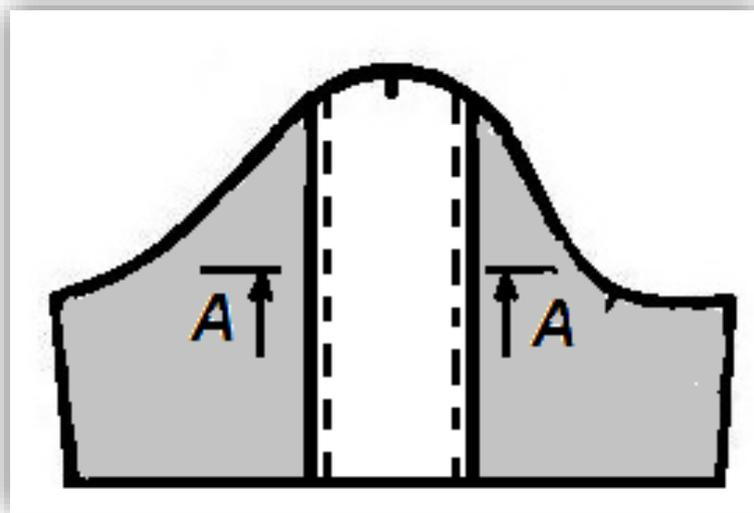

Рисунок 1 – Фрагмент. Верхняя часть рукава
Второй этап: Моделирование фрагмента заданной модели: «**ВЕРХНЯЯ часть рукава**» женской блузки (стр. 7, рис. 1) в натуральную величину и изготовление лекал
Третий этап: Изготовление (пошив) образца фрагмента рукава заданной модели (стр. 7, рис. 1) женской блузки.
1) Внешний вид фрагмента заданного изделия должен полностью соответствовать техническому рисунку модели и художественно-техническому описанию (стр. 3, табл.1) и рисунку фрагмента (стр. 7, рис. 1) и техническим требованиям в п.п.2.2 (при их наличии).